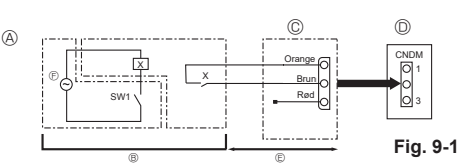

Fig. 9-1
9.1. Reduceret støj modus (ændring på stedet) (Fig. 9-1)